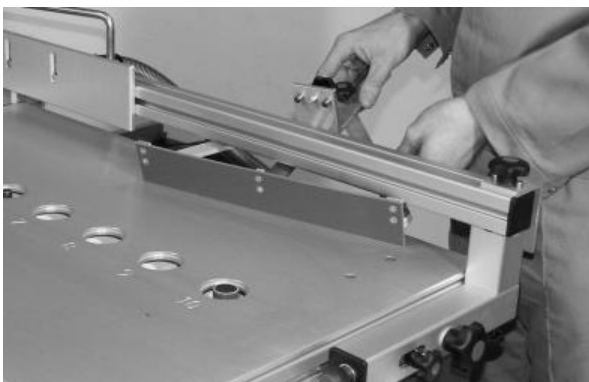

Bild 26
1. Bogenlineal in das Anschlaglineal einschwenken (Bild 26)